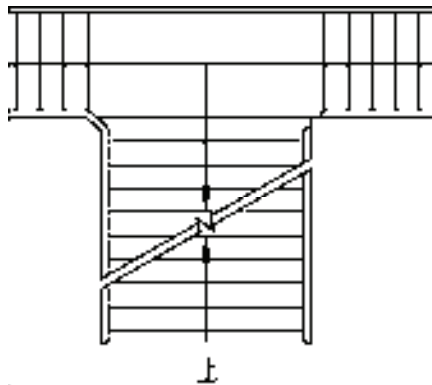

图 6-54 操作结果
- 3) 按〈Enter〉键可完成连接扶手操作, 如图 6-54 所示。